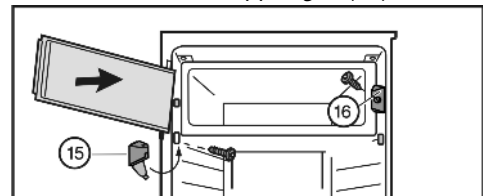

Fig. 8
- Montare l'elemento di chiusura Fig. 8 (16).
- Montare il blocco di supporto Fig. 8 (15) e chiudere il coperchio.